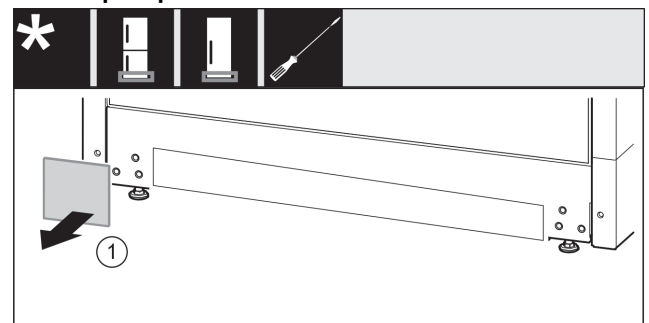

Fig. 23
- ▶ Зніміть кришку.\* Fig. 23 (1)